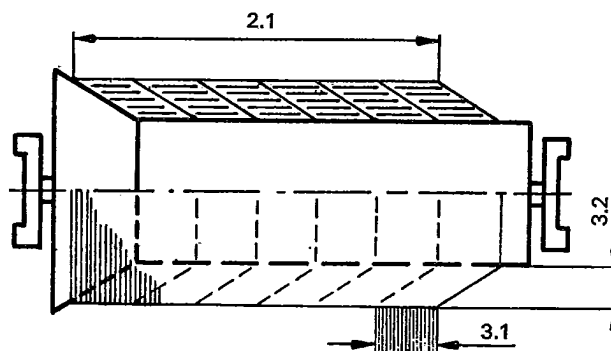

FIGURE 1 / ФИГУРА 1
2.1 **width of warp sheet (see figure 1):** Total width of warp, i.e. total width of all warp sections measured on the warping drum, reel or beam.
3.1 **width of warp section (see figure 1):** Space occupied by one warp section measured on the warping drum or reel parallel to its axis.
3.2 **depth of warp section (see figure 1):** Total depth of a warp section wound in its entire length on the warping drum or reel.
largeur de la nappe d'ourdissage (voir figure 1): Largeur totale de la chaîne, c'est-à-dire largeur totale de toutes les sections d'ourdissage, mesurée sur le tambour, le rouleau ou l'ensouple d'ourdissage.
largeur de la section d'ourdissage (voir figure 1): Espace occupé par une section d'ourdissage, mesuré sur le tambour ou le rouleau d'ourdissage, parallèlement à son axe.
hauteur de la section d'ourdissage (voir figure 1): Hauteur totale de la section d'ourdissage, la longueur totale de la chaîne étant enroulée sur le tambour ou le rouleau d'ourdissage.